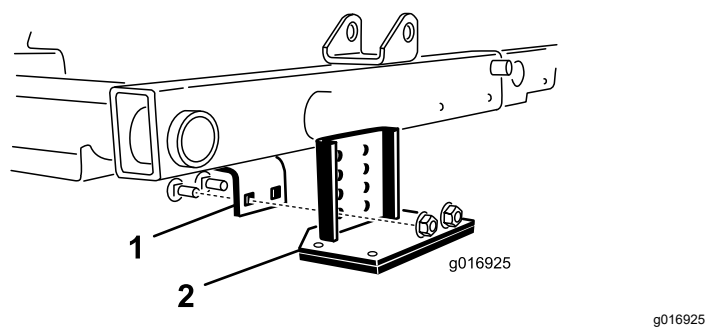

図 30
2. 中央のカッティングユニットの上にあるフレームブラケットを探し出す 図 30。
3. チッパーブラケット装着後もローラの接触状態が変わらないようにするには、チッパーブラケットのどの穴を使ってフレームブラケットに取り付けられよいかを、中央カッティングユニットの前ローラを押し下げて調べる 図 30。
4. カッティングユニットを下降させ、キットに付属しているキャリッジボルト 2 本とナットを使って、チッパーブラケットをフレームに取り付ける 図 30。